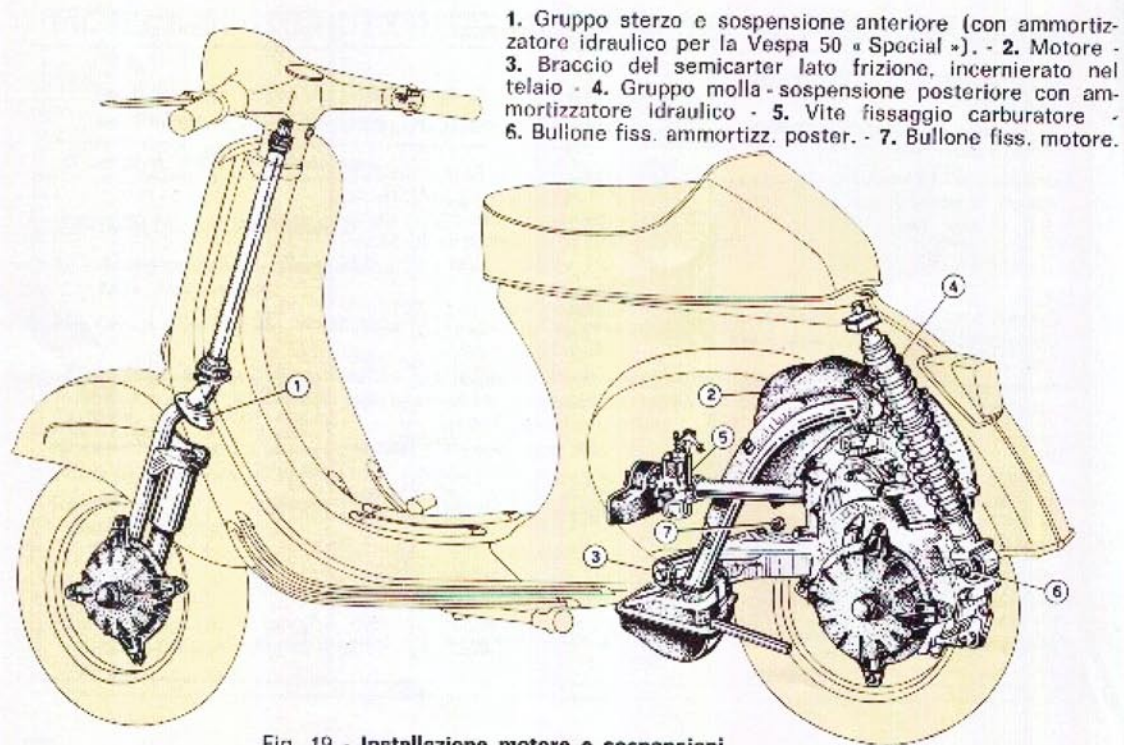

Fig. 19 - Installazione motore e sospensioni
| SMONTAGGIOCUFFIA E TESTADEL CILINDRO | <p>— Togliere il carburatore (vite n. 5, fig. 19), allentare il bullone di fissaggio motore (n. 7, fig. 19), sganciare l'ammortizzatore posteriore (n. 6, fig. 19) e far ruotare il motore verso il basso.</p> <p>Tolta la cuffia, smontare la testa del cilindro agendo con la chiave a tubo sui 4 dadi di fissaggio.</p> <p>N. B. - Al rimontaggio il carburatore deve essere applicato in modo che la vaschetta sia in posizione verticale.</p> | <p>N. B. - È consigliabile eseguire la operazione con la moto sollevata da terra (appoggiando la pedana su di un banco o su appositi sostegni).</p> |
**MOTORE:** ved. caratteristiche a pag. 6 e sezione fig. 5. Il motore, a mezzo del braccio del semicarter lato frizione, è incernierato elasticamente al telaio del veicolo (fig. 19).